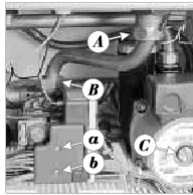

Рис. 22 – Газовый клапан
- автоматика зажигания насажена коннектором прямо на газовый клапан (см.рис. 22);
Замена газового клапана (см.рис. 22)
- засечка для отвертки на крыльчатке доступна после снятия винта С в середине торца статора – см. рис. 22